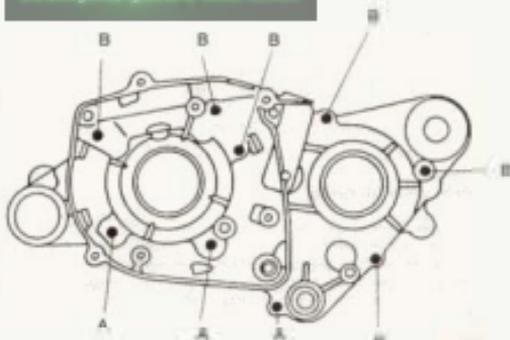

Bild 144E
- 6 Belastungsschraube, siehe hierzu Bild 144E